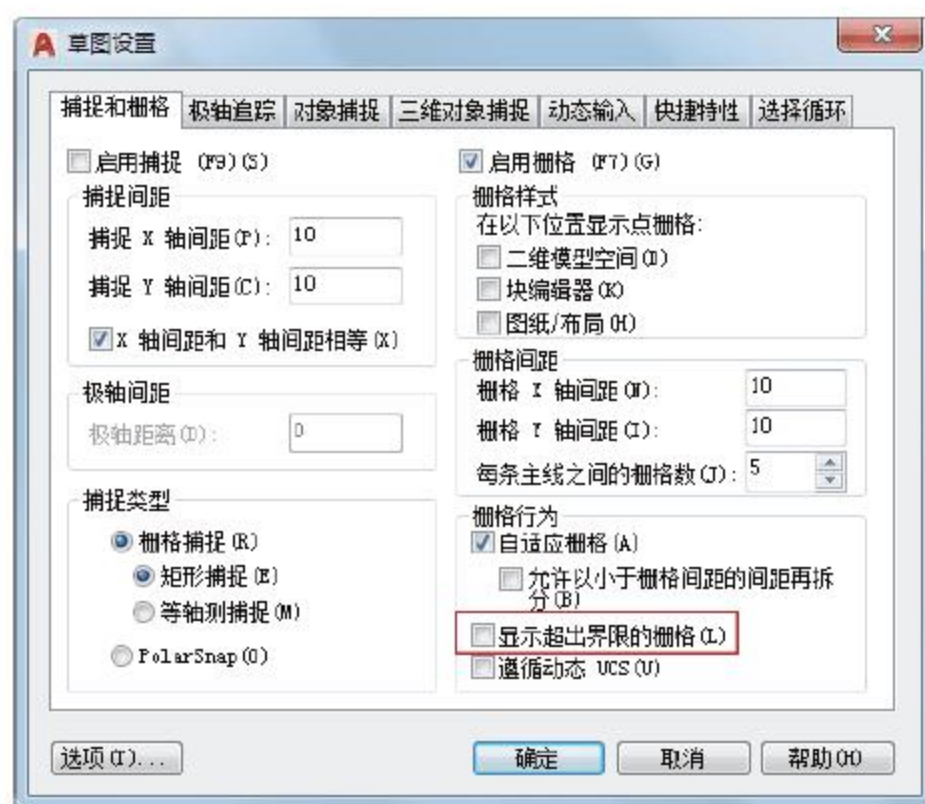

图2-52 【草图设置】对话框
**02** 设置栅格，以显示图形界限范围。在状态栏的【栅格】按钮上右击，在弹出的快捷菜单中选择【设置】命令，弹出【草图设置】对话框，在【栅格行为】选项组中取消勾选【显示超出界限的栅格】复选框，如图2-52所示。